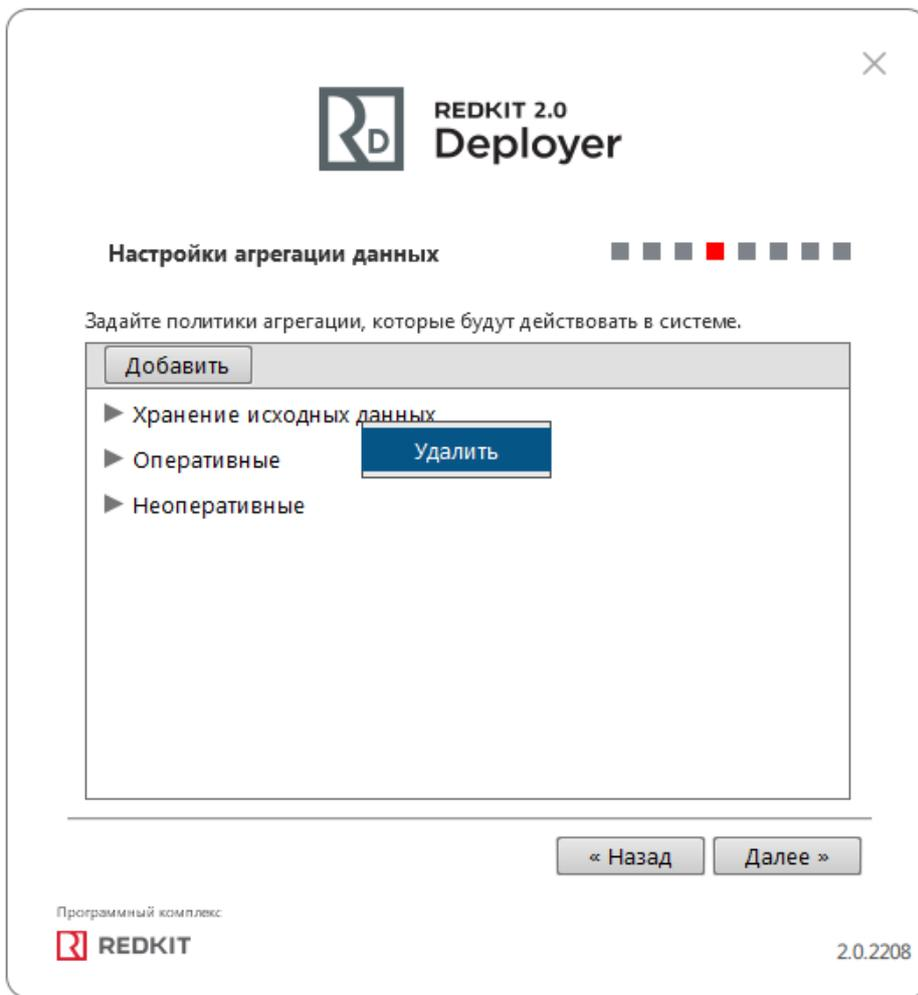

Рисунок 123 - Удаление политик агрегирования
**Удаление политик:** нажмите  по политике и выберите **Удалить** (Рисунок 123).